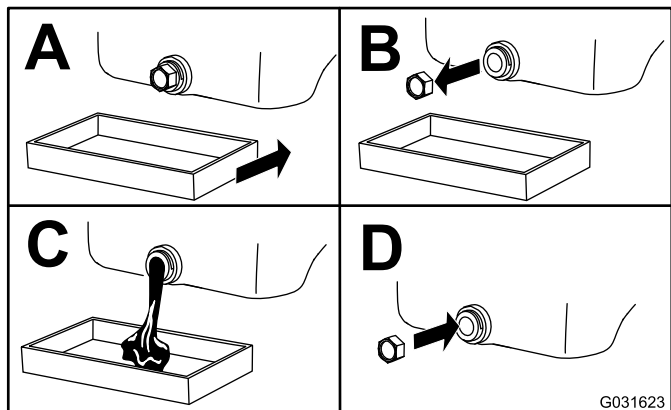

Figure 35
3. Vidangez l'huile (Figure 35).